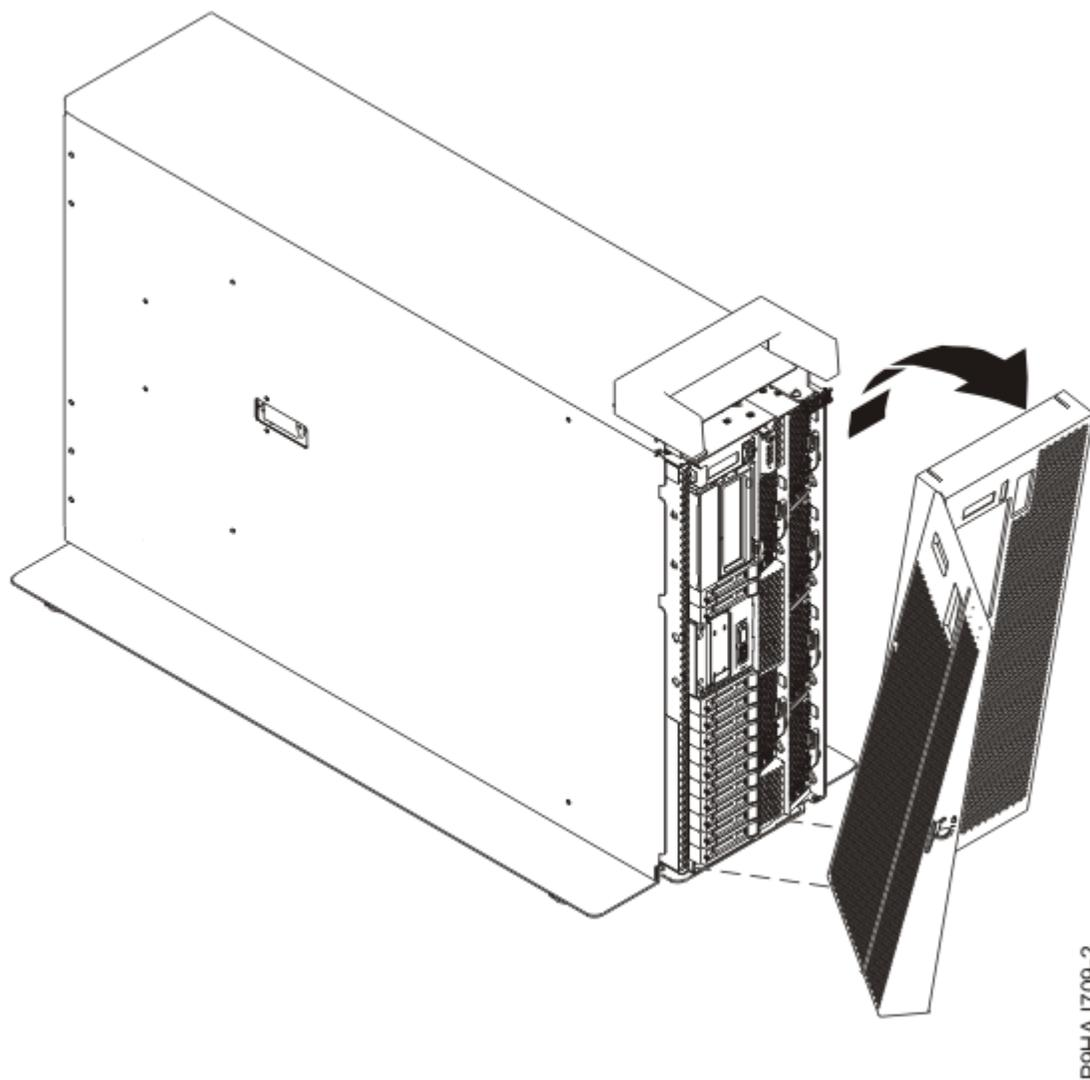

Figura 8. Remover a tampa anterior
- d) Retire a tampa do sistema conforme apresentado na Figura 8 na página 10.